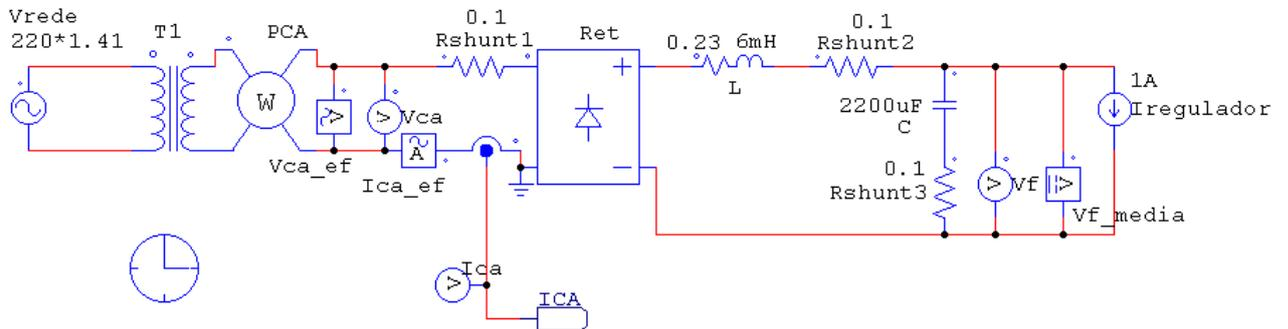

Figura 1 Retificador com Filtro LC, diagrama a ser simulado
O circuito da figura 1 está disponível no arquivo **exp2_3.sch**. Os valores dos parâmetros da figura 1 correspondem aos do kit experimental do Laboratório de Eletrônica de Potência (abrir o bloco do trafo para obter seus parâmetros).
Simular o circuito da figura 1 variando o valor de L e sua resistência interna conforme indicado na tabela I.
** O valor de I_{1_ef} pode ser obtido através do SIMVIEW, conforme feito no item 3, utilizando-se o botão FFT. O SIMVIEW, no entanto, não fornece a fase dos componentes harmônicos. Para tanto pode-se utilizar o bloco "FFT" do PSIM que se encontra no menu "Elements / Control / Other Function Blocks/ FFT". Este bloco, mostrado na figura 4 fornece a amplitude e a fase do componente fundamental do sinal aplicado a sua entrada. Para a obtenção de I_{1_ef} e θ_1 da tabela V deve-se conectar o circuito da figura 4 ao ponto "ICA" da figura 1. Deve-se lembrar de excluir alguns instrumentos caso esteja utilizando a versão "demo". Deve-se ajustar o bloco FFT para "no of samples=128" e "fundamental freq=60"